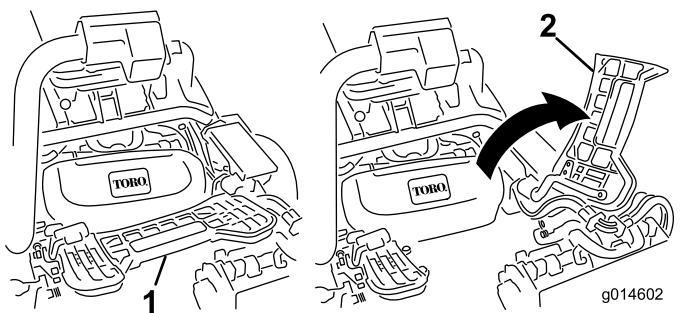

図 55
2. フットレストを跳ね上げて開き、中央カッティングユニット取り付け位置へのアクセスを確保する図 55。